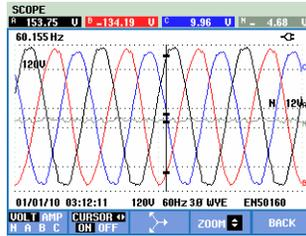

Figura 22-2. Pantalla de formas de onda, cursor activado
- Pulse F2 para activar el cursor. Utilice las teclas de flecha izquierda/derecha para desplazar el cursor en horizontal a lo largo de las formas de onda. El valor de las formas de onda en el cursor aparece en el encabezado de la pantalla como se muestra en la figura 22.2.